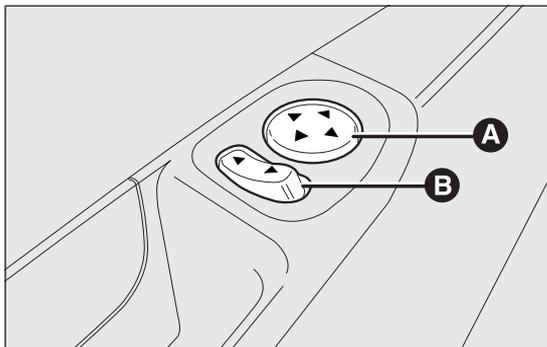

fig. 40
- sélectionner le rétroviseur concerné au moyen du sélecteur B fig. 40 ;
- régler le rétroviseur en le déplaçant dans les quatre directions au moyen de la manette A fig. 40.